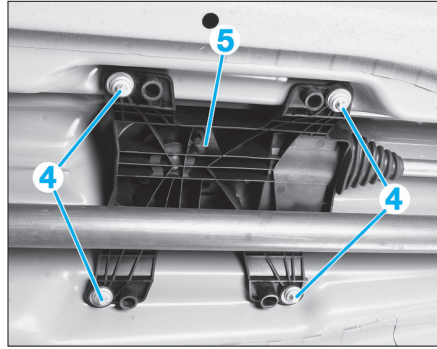

Fig. 9
- Déposer les 4 vis de fixation (4) de la commande de boîte de vitesses (Fig.9).